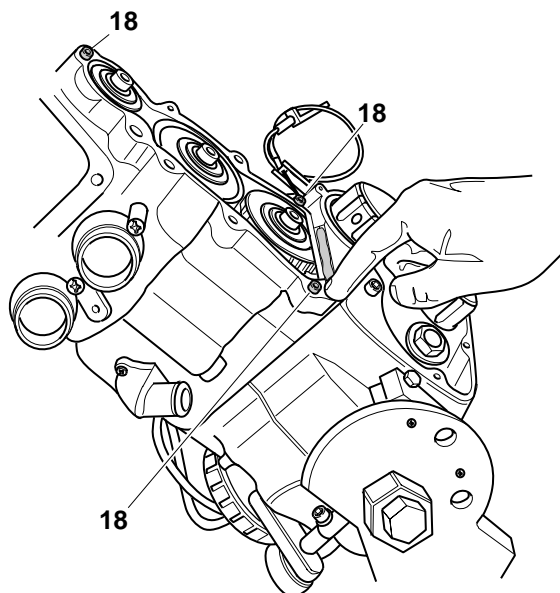

Fig.63
16. Dopo aver inserito le 3 spine cilindriche "18", pulire le superfici di contatto del carterino della distribuzione del motore e applicarvi la pasta al silicone per tenuta meccanica come illustrato in fig. 63.
17. Posizionare correttamente il carterino centrandolo sulle spine "18" (Fig. 63) e serrare le 6 viti (TCEI M 6 x 20) di fissaggio.
16. After to have inserted the 3 pins "18", cleaning the surfaces of contact of distrubution cover of the engine and applying silicon paste for mechanic farm how illustrated in figure 63.
17. To install correctly cover hitting the centre it on the thorns "18" (Fig. 63) and tightning the 6 screws (TCEI M 6 x 20).
16. Nach Einsetzen der 3 Stifte "18", die Berührungsfächen des Deckels der Motorsteuerung und die Silikonpaste für die mechanische Dichtigkeit auftragen: siehe Abb.63.
17. Den Deckel auf den Stiften "18" (Abb. 63) zentrieren und die 6 Schrauben (TCEI M6x20) festziehen.
16. Après avoir inséré les 3 chevilles cylindriques "18", nettoyer les surfaces de contact du petit couvercle de la distribution du moteur et appliquer la paste au silicone pour étanchéité mécanique: voir fig. 63.
17 Centrer le petit couvercle sur les chevilles "18" (Fig. 63) et serrer les 6 vis (TCEI M6x20) de fixation.